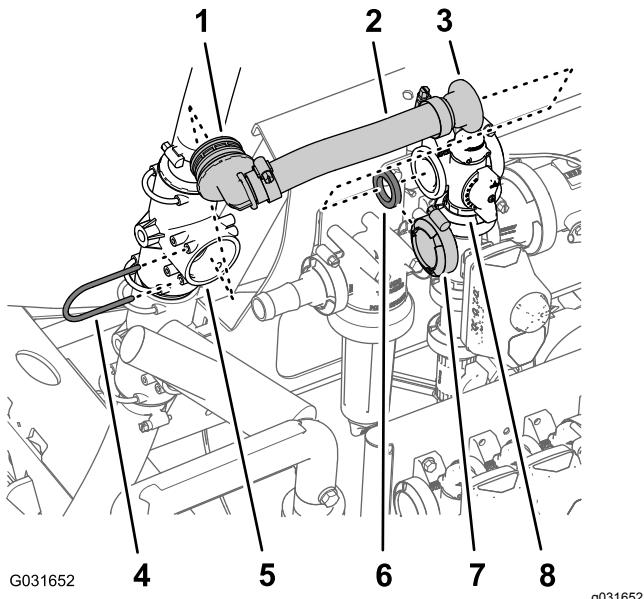

Figura 217
el acoplamiento de 90° del acoplamiento en T (Figura 217).
2. Retire la abrazadera para brida que sujetla el acoplamiento con brida recto y la junta a la brida de la válvula de agitación y retire la manguera de desvío de la máquina (Figura 217).